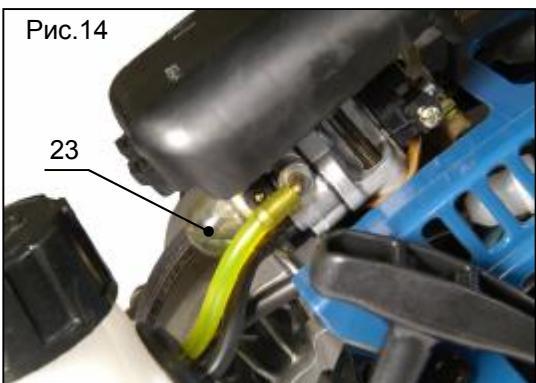

Рис.14
3. Нажимать на «резиновый» насос (поз.23, рис.14), пока топливо не начнёт поступать через прозрачную трубку обратно в бак.